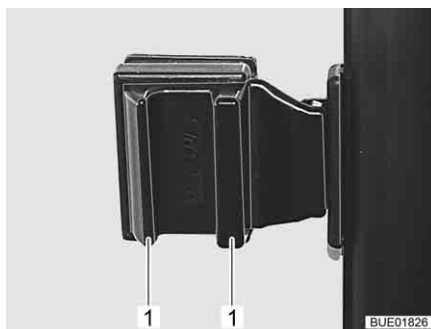

Fig. 115 Fenêtre coulissante avec verrouillage poussoir
- Presser les poignées (Fig. 115,1) et les maintenir pressées.